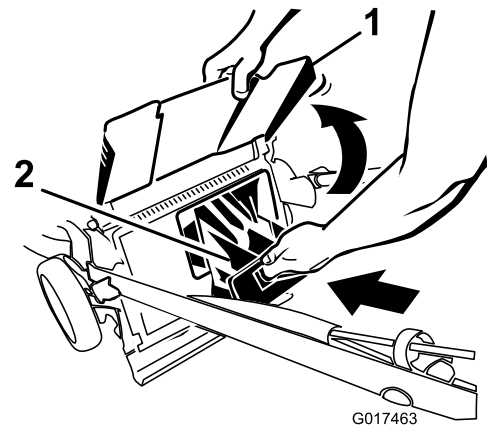

Figure 28
4. Installez l'obturateur d'éjection arrière (Figure 28).